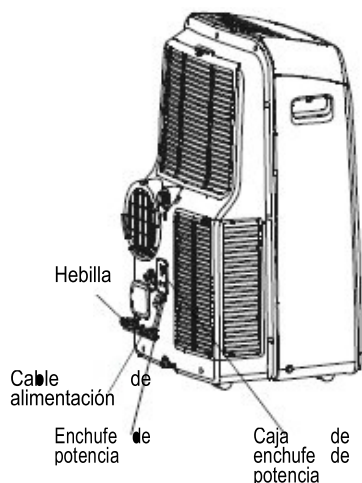

Fig.25
- Pare el aparato y desenchufelo, envuelva y ate el cable con la cinta (Fig. 25). Retire las pilas del mando a distancia.